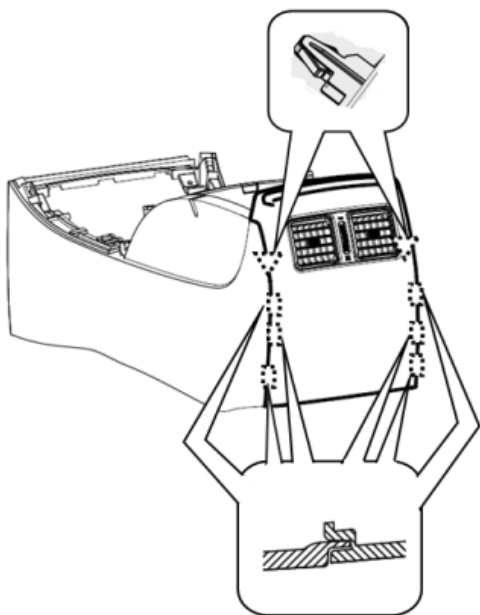

图 2.6.2 副仪表板后护板总成结构示意图(二)
(2)如图 2.6.2 所示,用头部缠绕柔性胶带(或其它柔性产品)的一字螺丝刀沿副仪表板本体和后护板边缘撬起卡扣及卡脚安装点,小心取下后护板总成。